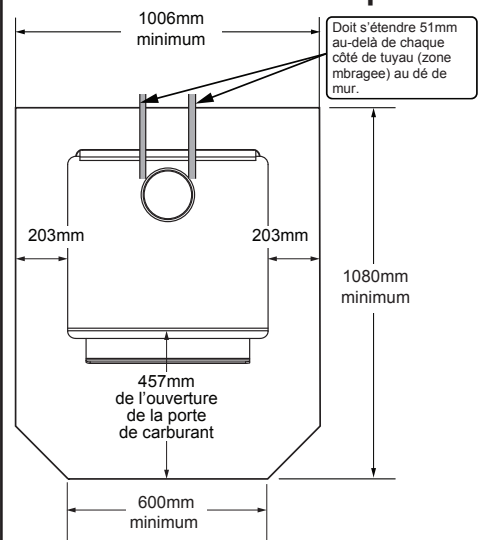

Figure 9.2
Au Canada, une protection de sol similaire doit être fournie à 457 mm (18 pouces) à l'avant et à 203 mm (8 pouces) des côtés et de l'arrière de l'appareil, à moins que le foyer ne soit contre le mur (**Figure 9.2**). Ensuite, le dégagement peut être réduit à l'aide d'un tuyau à double paroi et du tableau **Dégagement par rapport aux matériaux inflammables** indiqué à la page 10.
***EXCEPTION :** Les protections incombustibles pour le sol doivent s'étendre sous le conduit lorsque l'évacuation est horizontale et se prolonger de 51 mm (2 po) de chaque côté du conduit; **Voir figure 9.2.**